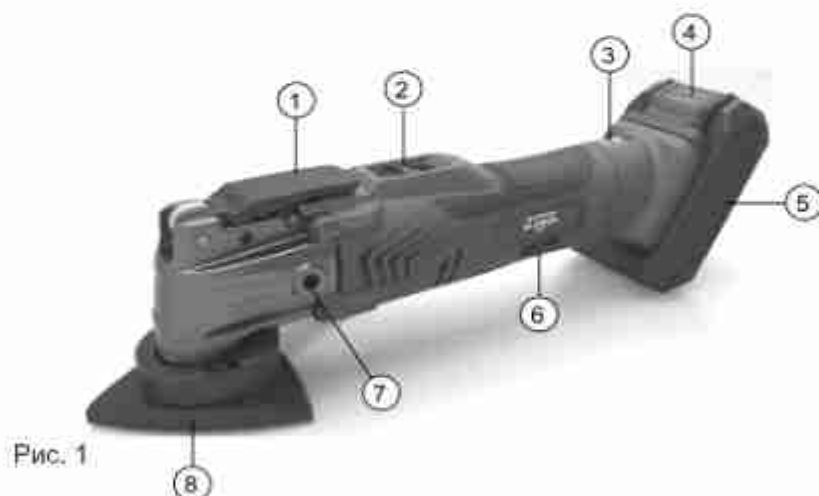

Рис. 1
- Извлеките аккумулятор 5 (Рис. 1) из инструмента, нажав на кнопку разблокировки аккумулятора 4 (Рис. 1) и потянув аккумулятор из устройства.
Установите аккумулятор на инструмент. Во время включения инструмента светодиодный индикатор 3 (Рис. 1) будет показывать уровень заряда аккумулятора.
Для запуска инструмента переведите выключатель 2 (Рис. 1) в положение "I (ВКЛ)". Для остановки инструмента переведите его в положение "0 (ВЫКЛ)".
Для увеличения/уменьшения частоты колебаний инструмента вращайте регулировочное колесо 6 (Рис. 1).